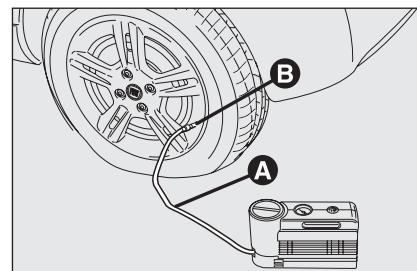

fig. 9
- Azionare il freno a mano.** Svitare il cappuccio dalla valvola del pneumatico, estrarre il tubo flessibile di riempimento **A**-fig. 9 ed avvitare la ghiera **B** sulla valvola del pneumatico;